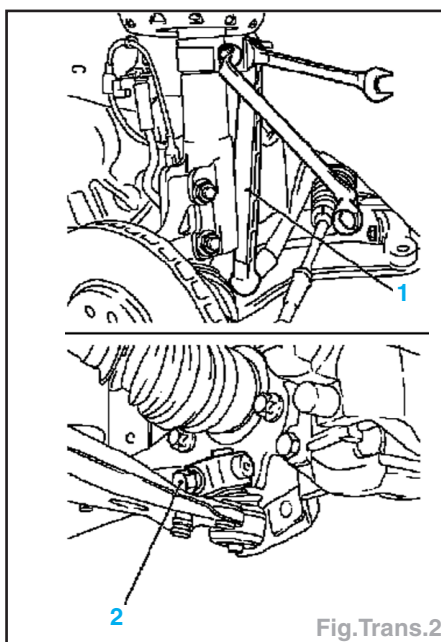

Fig.Trans.2
- l'écrou de fixation de la biellette de direction et l'extraire au moyen de l'outil KM-507-C (2),
- le bras oscillant (1) du tube de jambe de force en maintenant les méplats avec une clé plate (Fig.Trans.2),
- Ecarter la fusée à l'aide de l'outil KM-915 (2) et tirer la rotule de pivot de la fusée (Fig.Trans.2).